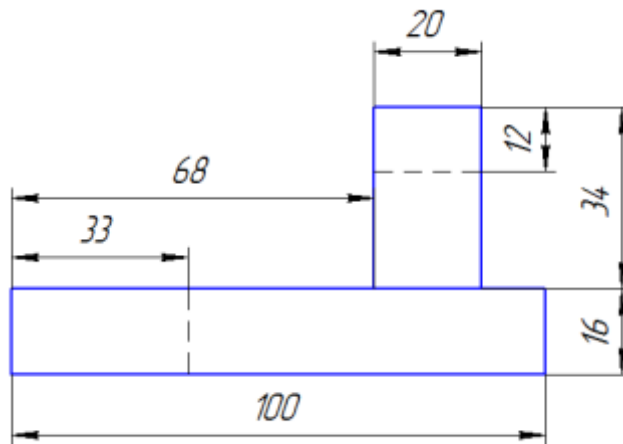

Рис. 19.11
- Выполните построение главного вида (рис. 19.11).